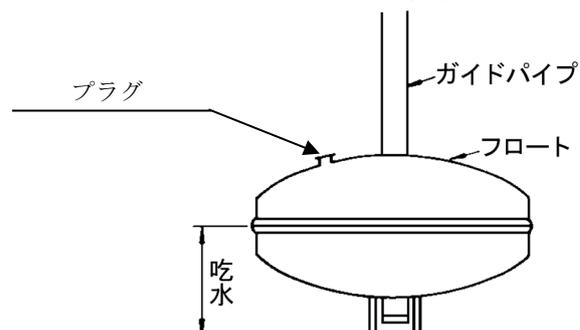

図4. フロートの取り付け
- 5) フロートにガイドパイプを差し込みます。フロートには気密テスト用のプラグがあります。このプラグがある方が上側です。(図4参照)